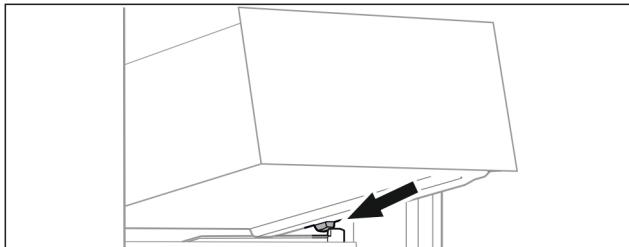

Fig. 67
- Predal postavite v poševnem položaju za zaustavljalniki na nastavku za posodo. (glejte Fig. 67)